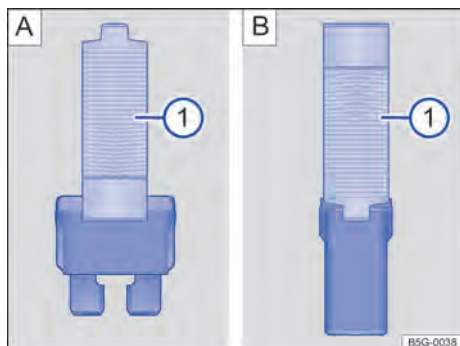

Fig. 178 Retirar ou colocar o fusível com a pinça de plástico: **A**): fusível plano, **B**): fusível de bloqueio.
- Se necessário, retirar a pinça de plástico → Fig. 178 **A**) ① da cobertura da caixa de fusíveis.
- De acordo com a versão do fusível, colocar as garras adequadas do alicate plástico → Fig. 178 **A**) ① ou → Fig. 178 **B**) ① lateralmente no fusível.